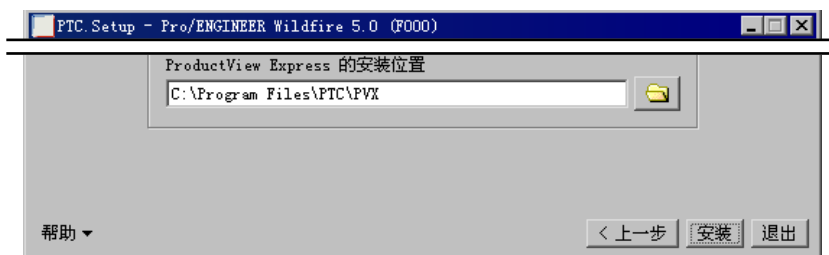

图 2.5.14 安装位置（二）
Step13. 系统弹出图 2.5.14 所示的对话框，单击 **安装** 按钮。